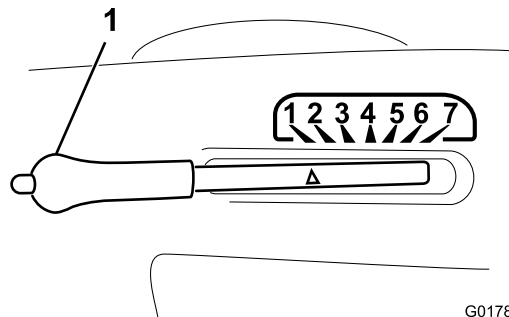

Figura 7
1. Premete e mantenete il pulsante della leva dell'altezza di taglio (Figura 7).